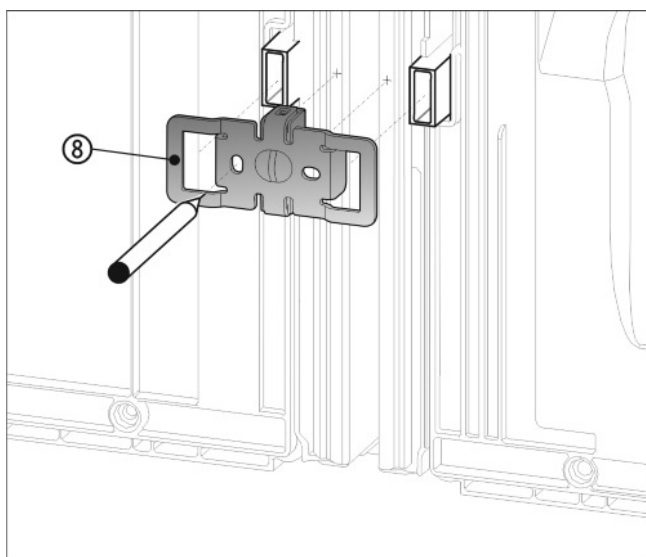

Fig. 10
- ▶ Schuif het hoekstuk Fig. 10 (8) met de uitsparingen over de opname voor de wandafstandhouder